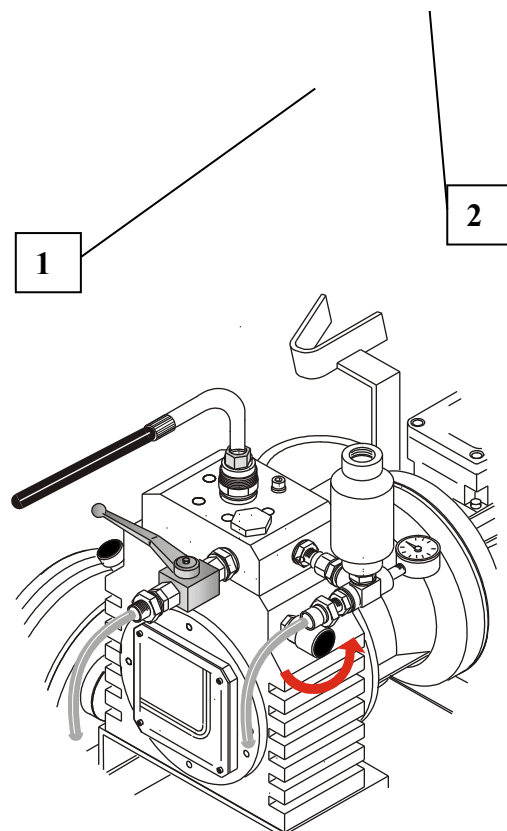

Fig.24
9) In base alla viscosità del prodotto utilizzato regolare la pressione di esercizio della pompa ruotando in senso orario la manopola della valvola di regolazione (0-250 bar) in modo che la pompa possa raggiungere il proprio equilibrio statico di pressione (fig. 24).